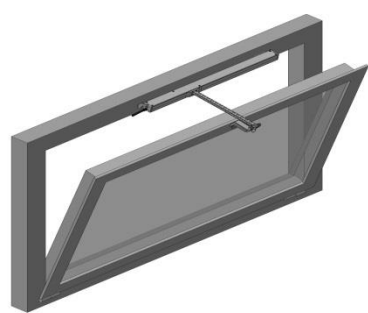

Рисунок 5
- Поверните привод на 90°, подведите наконечник цепи к кронштейну "С" и вставьте палец "D" в его отверстие. Вставьте быстрозажелкивающийся соединитель в кронштейн (Рис. 5). Вначале соединитель оказывает некоторое сопротивление; это нормальное явление, т.к детали должны приработаться.